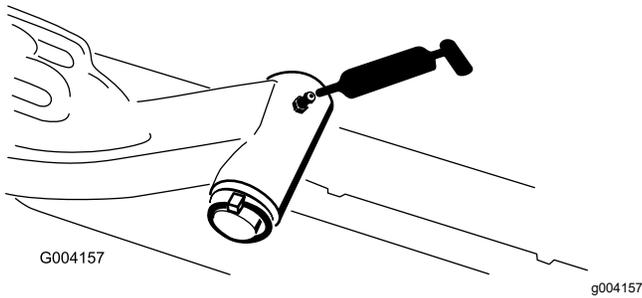

Figura 109
- Albero del perno del braccio di sollevamento (1 cad.) (Figura 109)